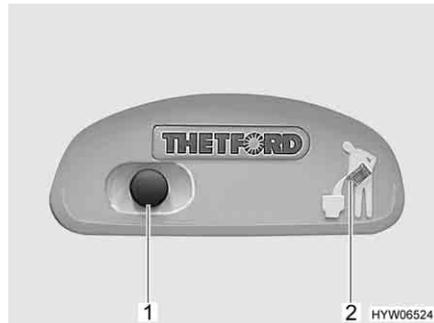
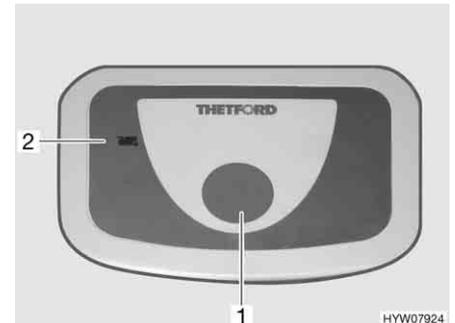

Bild 254 Spülknopf/Kontroll-Leuchte Thetford-Toilette
Bild 255 Spülknopf/Kontroll-Leuchte Thetford-Toilette (Alternative)
- Zum Spülen den blauen Spülknopf (Bild 254,1 bzw. Bild 255,1) drücken.
Die Kontroll-Leuchte (Bild 254,2 bzw. Bild 255,2) leuchtet, wenn der Fäkalien-tank entleert werden muss.